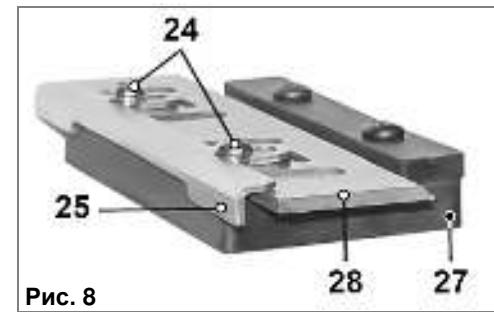

Рис. 8
#### **9.3. Регулировка строгальных ножей по высоте (Рис. 8).**
9.3.1. Установите строгальный нож (28) на шаблон для установки высоты ножей (27), как показано на Рис. 8.